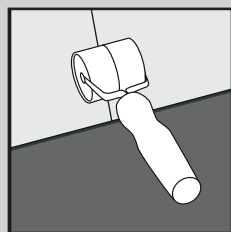

Abb. 4
5. Fahren Sie mit der Verlegung der Fliesen/Dielen fort, bis die Reihe vollständig ist. Zur Unterstützung können Sie eine Handrolle verwenden (Abb. 4). Verwenden Sie im Bedarfsfall einen Gummihammer und ein Reststück des Produkts, um das Produkt sanft ineinander zu klopfen. Mit einem Zugeisen kann das Produkt entlang der Wände zusammengezogen werden (Abb. 5). Wiederholen Sie die Schritte 4 und 5, bis die Verlegung abgeschlossen ist.